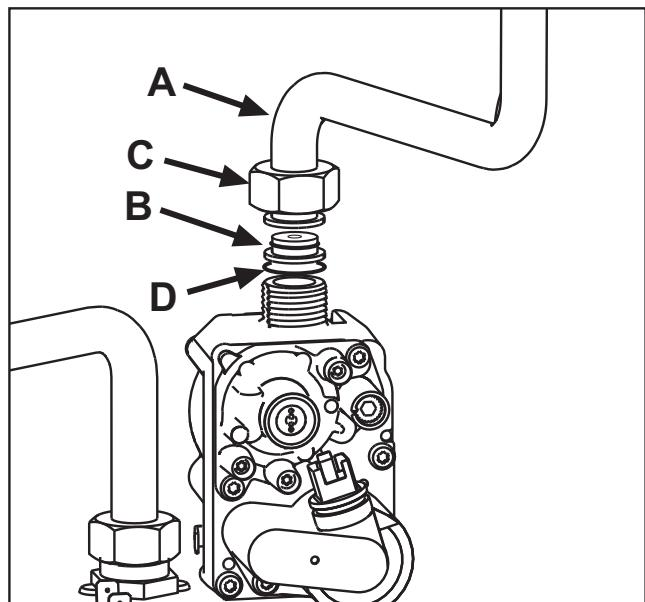

fig. 22
3. Deșurubați piulița C și scoateți tubul de gaz A de pe valva de gaz (vezi fig. 22).
4. Înlocuiți duza B introdusă pe tubul de gaz cu cea aflată în kitul de transformare, întăritând garnitura D (vezi fig. 22).